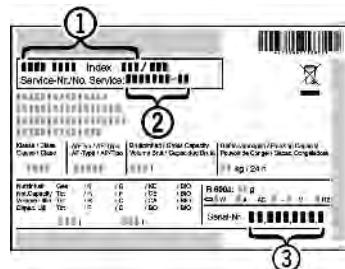

Fig. 3
► Наименование устройства Fig. 3 (1), сервисный № Fig. 3 (2) и серийный № Fig. 3 (3) считайте с заводской таблички. Заводская табличка находится внутри устройства слева.
- Обратитесь в сервисную службу и сообщите вид неисправности, наименование устройства Fig. 3 (1), сервисный № Fig. 3 (2) и серийный № Fig. 3 (3).